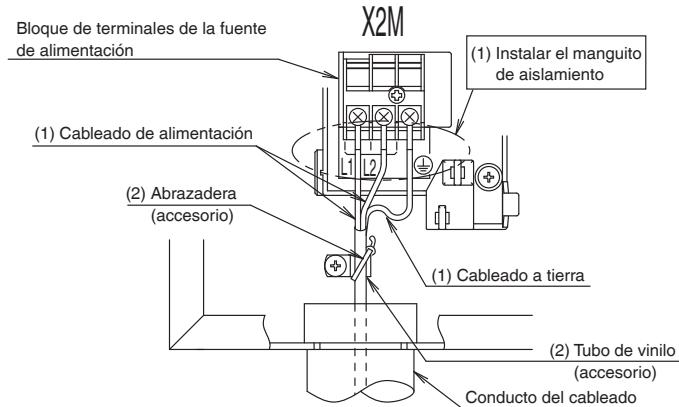

Fig. 4
- (1) Instale un manguito aislante en el cableado de alimentación/tierra y asegúrese de conectarlos al bloque de terminales de la fuente de alimentación.
- (2) Para el cableado de alimentación/tierra, utilice la abrazadera (accesorio) para fijarlo dentro de la tarjeta de control del tanque para que no se aplique fuerza externa al terminal, tal como se muestra en la Fig. 4.